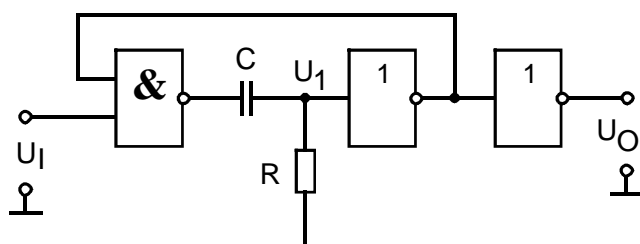

Bild 2: Grundschtaltung eines Univibrators
- 3.1.4 Berechnen Sie die Ausgangsimpulsdauer des Univibrators nach **Bild 2** mit $R = 1 k\Omega$ und $C = 1\mu F$ für den Schaltkreis **74LV00 (LV3)**. Ermitteln Sie die für die Messung der Ausgangsimpulsdauer optimalen Werte für Frequenz und Tastverhältnis des Eingangssignals.